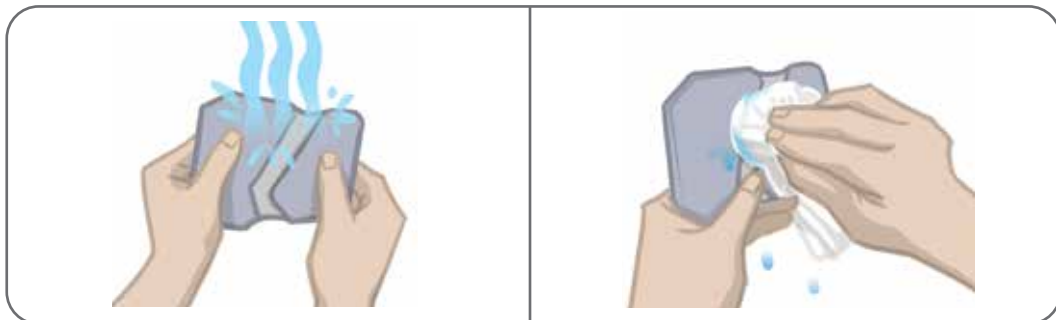

Figura 6-3. Come bagnare l'elettrodo e asciugare l'acqua in eccesso
3. Bagnare interamente l'elettrodo Quick Fit con acqua (Figura 6-3).
4. Rimuovere con una salvietta l'eccesso di acqua dall'elettrodo Quick Fit (Figura 6-3).